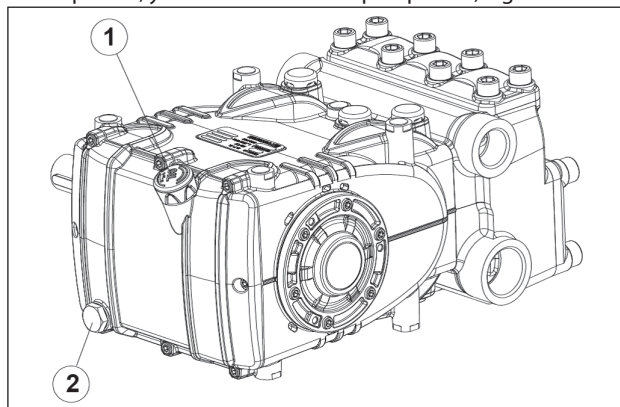

Fig. 1
Las operaciones de reparación de la parte mecánica deben ser realizadas después de haber retirado todo el aceite del cárter. Para eliminar el aceite es necesario retirar: la varilla de nivel de aceite pos. ①, y a continuación el tapón pos. ②, Fig. 1.